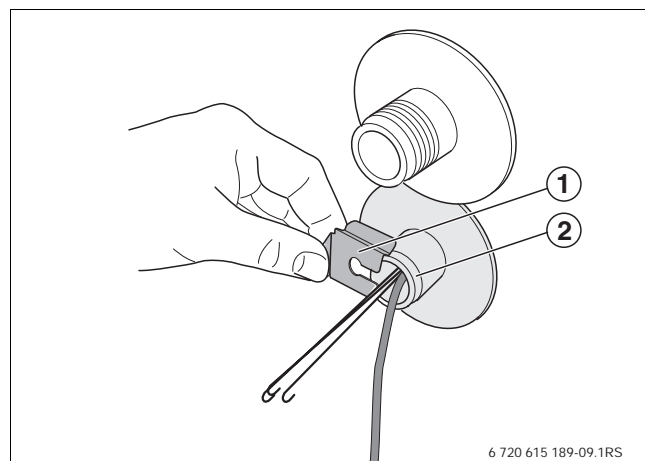

Fig. 7 Montage de l'arrêt de sécurité de la sonde
- ▶ Glisser l'arrêt de sécurité de la sonde (→fig. 7, [1]) par le côté sur le doigt de gant [2].